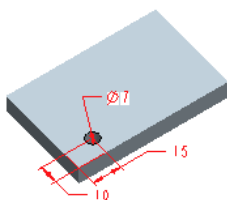

图 4.6.7 选取尺寸
Step4. 选择表阵列的尺寸。在操控板中单击  选项卡，系统弹出图 4.6.6 所示的界面；按住 Ctrl 键，在图 4.6.7 中分别选取尺寸 $\Phi 7$ 、15、10，此时“表尺寸”界面如图 4.6.8 所示。